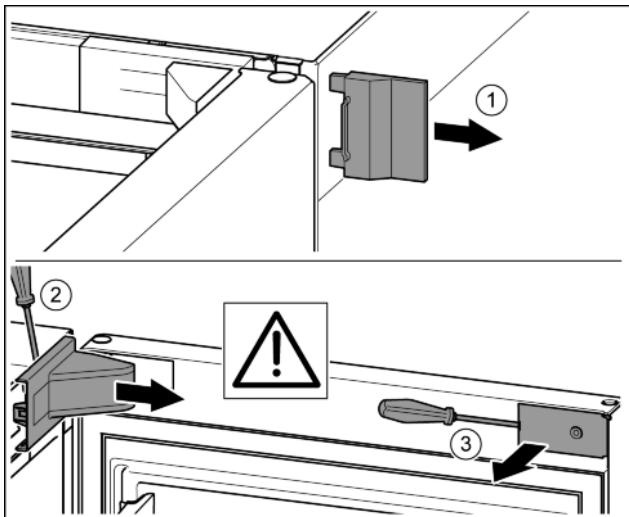

Fig. 8
► Снять внешнюю крышку. Fig. 8 (1)
► При помощи отвертки освободить от фиксаторов крышку опорного кронштейна и отсоединить. Снять крышку опорного кронштейна. Fig. 8 (2)
► Шлицевой отверткой вывести накладку из зацепления и отвести в сторону. Fig. 8 (3)